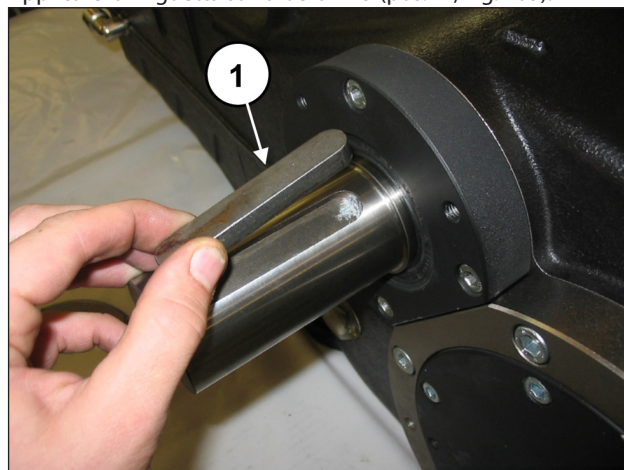

Fig. 105
Applicare la linguetta sull'albero PTO (pos. ①, Fig. 105).